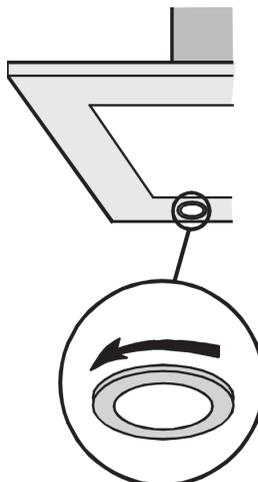

fig.6
3. Dévissez la bague dans le sens contraire aux aiguilles d'une montre et ôtez l'ampoule (fig.6).